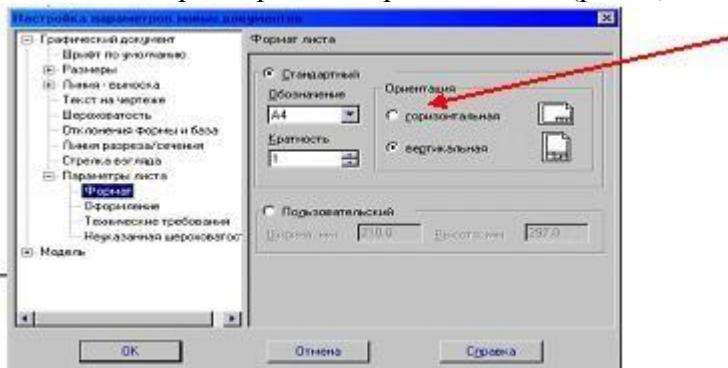

Рис. 3.
- В окне диалога «Настройка параметров новых документов» выберите **Параметр листа □ Формат** и установите параметры в «Формате листа» (рис. 3):